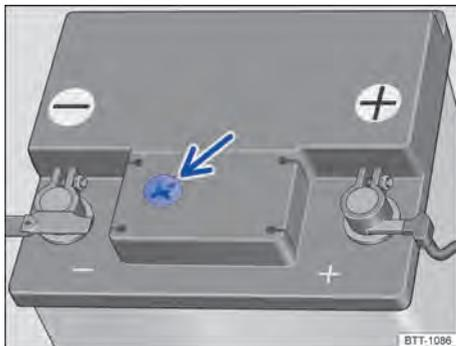

Fig. 185 Representação esquemática: visor no lado superior da bateria do veículo.
- Providenciar iluminação suficiente para poder identificar o indicador colorido no visor redondo no lado superior da bateria do veículo ⇒ Fig. 185 (seta). Jamais utilizar chamas expostas ou objetos incandescentes como iluminação.